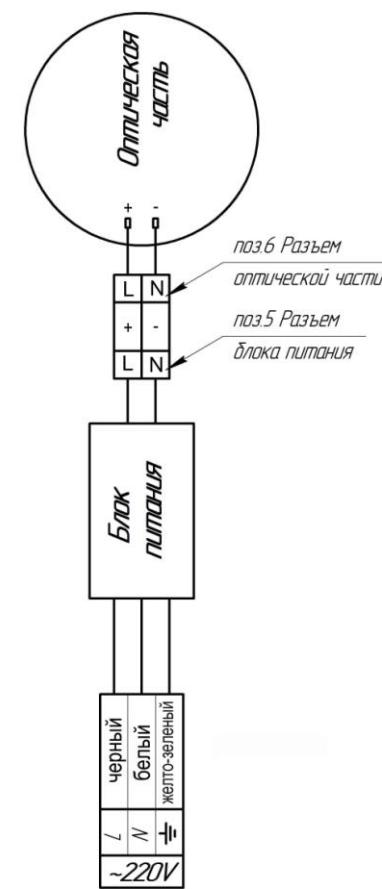
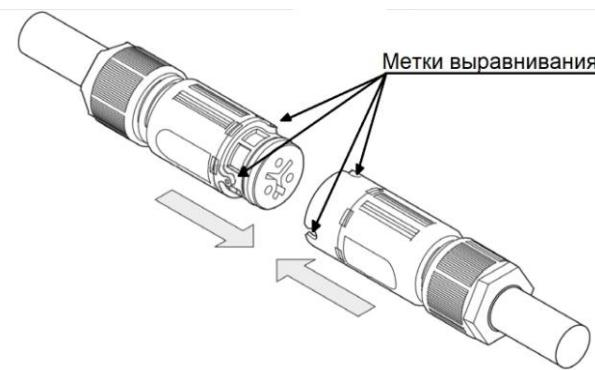

Рис.2
Рис.3
5.4 Соединить разъемы оптической части (поз.5) и блока питания (поз.6), совместив метки выравнивания (см. рис.2 и рис.3).